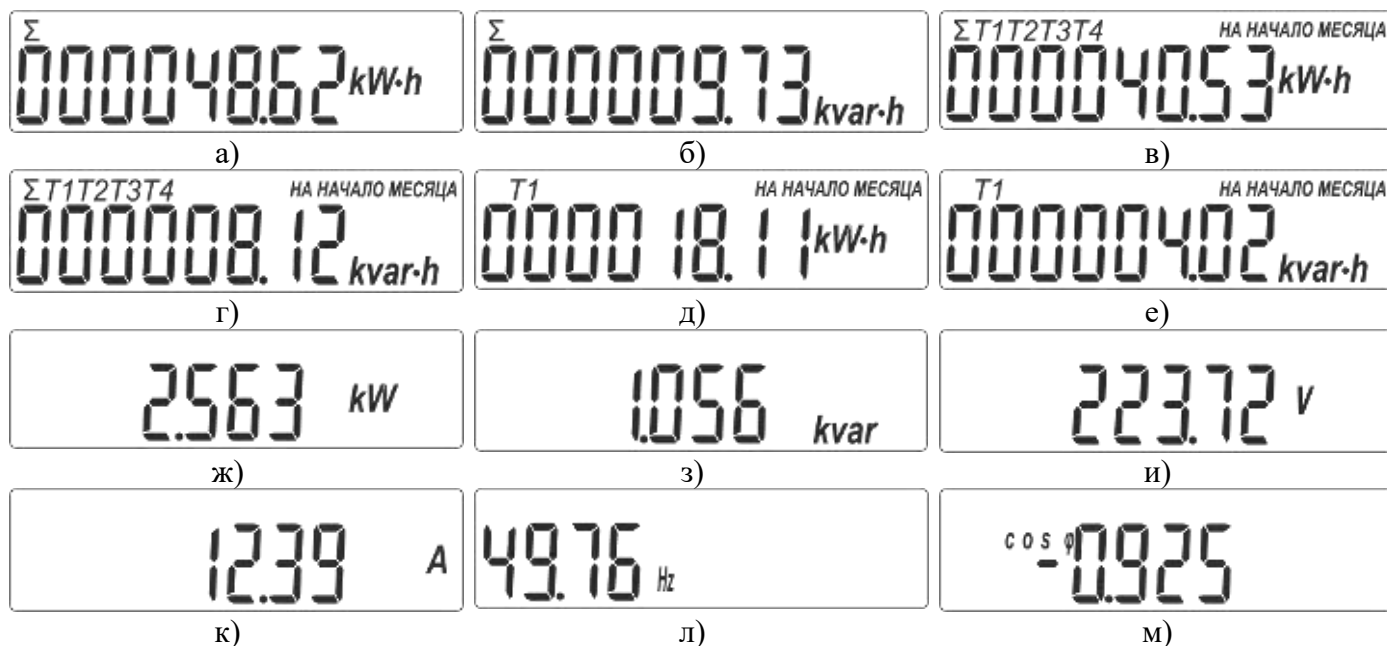

Рисунок 3.5 – Программируемые режимы индикации счетчика
- количество потребленной активной электроэнергии суммарно независимо от тарифного расписания (рисунок 3.5, а);
- количество потребленной реактивной электроэнергии (только для исполнений с индексом «R1» или «R2») суммарно независимо от тарифного расписания (рисунок 3.5, б);
- количество потребленной активной электроэнергии нарастающим итогом суммарно по действующим тарифам на начало месяца (рисунок 3.5, в, на рисунке показана индикация для четырех действующих тарифов);
- количество потребленной реактивной электроэнергии (только для исполнений с индексом «R1» или «R2») нарастающим итогом суммарно по действующим тарифам на начало месяца (рисунок 3.5, г, на рисунке показана индикация для четырех действующих тарифов);
- количество потребленной активной электроэнергии нарастающим итогом отдельно по действующим тарифам на начало месяца (рисунок 3.5, д, на рисунке показана индикация для T1);
- количество потребленной реактивной электроэнергии (только для исполнений с индексом «R1» или «R2») нарастающим итогом отдельно по действующим тарифам на начало месяца (рисунок 3.5, е, на рисунке показана индикация для T1);
- активной мощности (рисунок 3.5, ж);
- реактивной (только для исполнений с индексом «R1» или «R2») мощности (рисунок 3.5,з);
- действующего значения фазного напряжения (рисунок 3.5, и);
- действующего значения фазного тока (рисунок 3.5, к);
- частоты сети (рисунок 3.5, л);
- коэффициента активной мощности ( $\cos \varphi$ ) (рисунок 3.5, м).